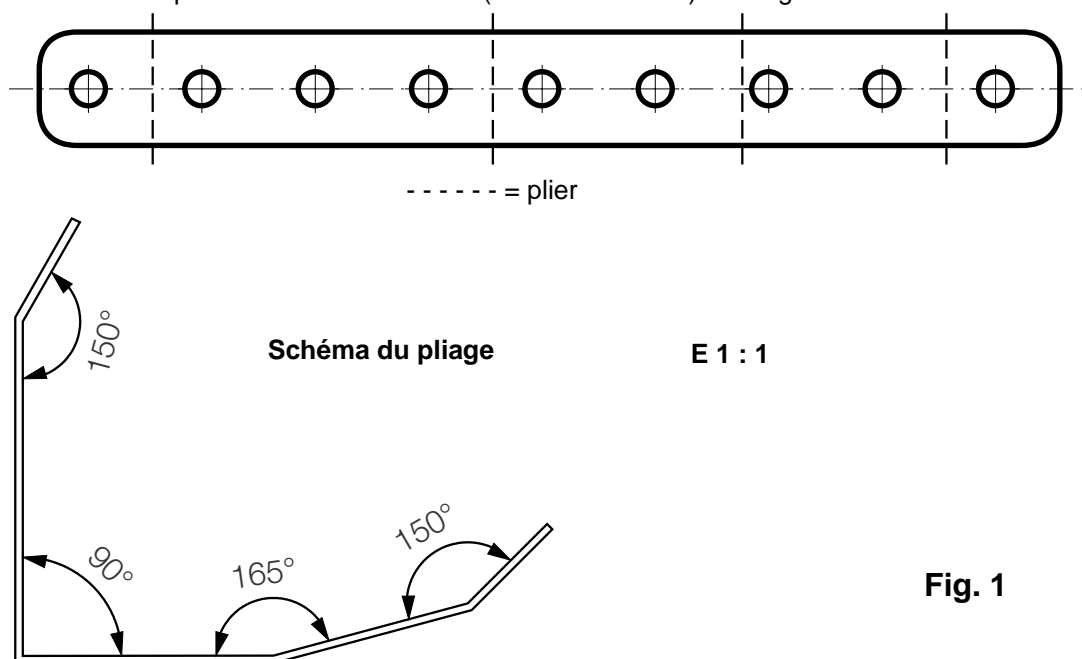

Fig. 1
- Plier en suivant les pointillés la bande de tôle (1 x 15 x 135 mm). Voir fig. 1